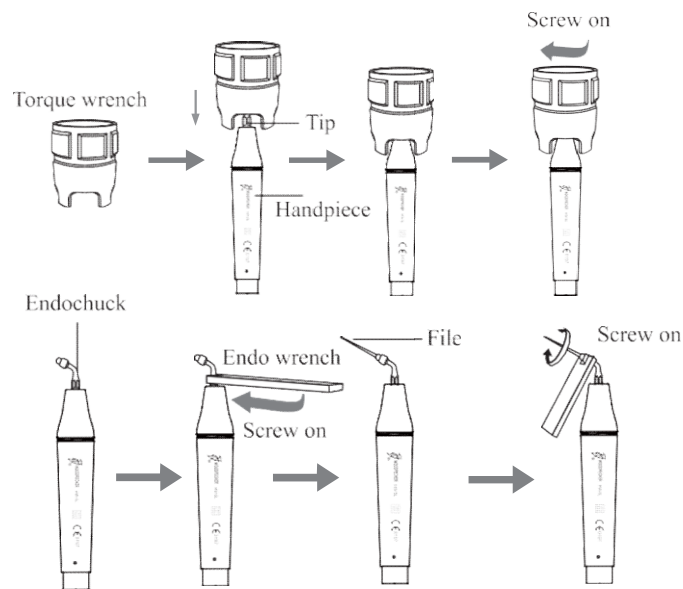

Figure 6
i) Wählen Sie nach Bedarf eine geeignete Skalierspitze aus, und schrauben Sie sie mit dem Drehmomentschlüssel fest auf das Handstück (siehe Abbildung 6).